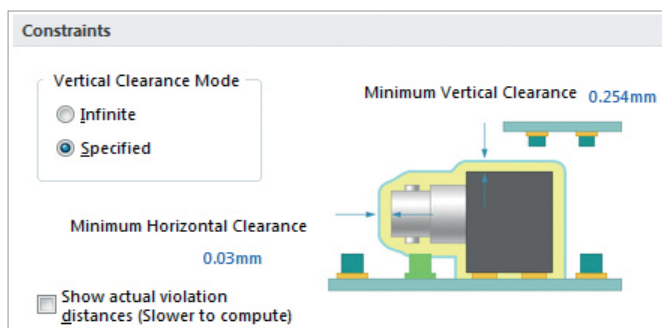

Рис.10. Правило минимального расстояния между 3D-объектами
- возможность задания правил для работы с 3D-объектами (например, правило минимального расстояния между 3D-объектами) (рис.10);